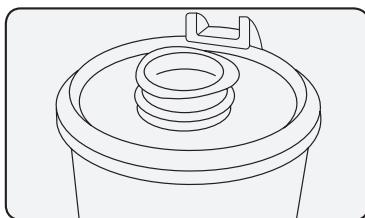

Abbildung 4
3. Um Hitzeverluste beim Kochen zu vermeiden. (Abbildung 4).